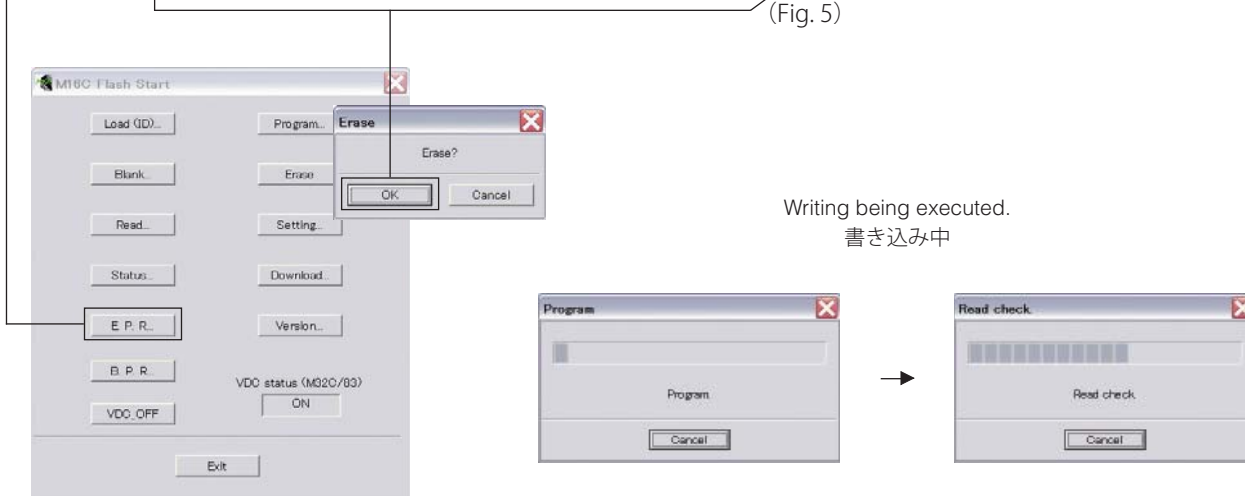

Fig. 5
6. Click [E.P.R.], then the “Erase” screen appears. (Fig. 5)
6. [E.P.R] をクリックすると、「Erase」が表示されます。(Fig. 5)
7. Click [OK] to start writing. (Fig. 5)
7. [OK] をクリックし、書き込みを開始します。(Fig. 5)